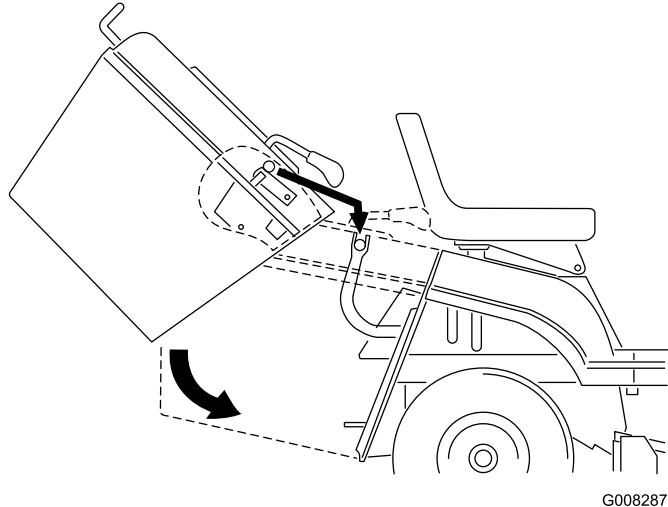

Figura 34
1. Inclineate in avanti, con entrambe le mani, il cesto di raccolta (Figura 34).
2. Inclineate in avanti il cesto di raccolta a 40° circa, ed appoggiatevelo sulle due staffe di supporto sul retro del trattore (Figura 34).